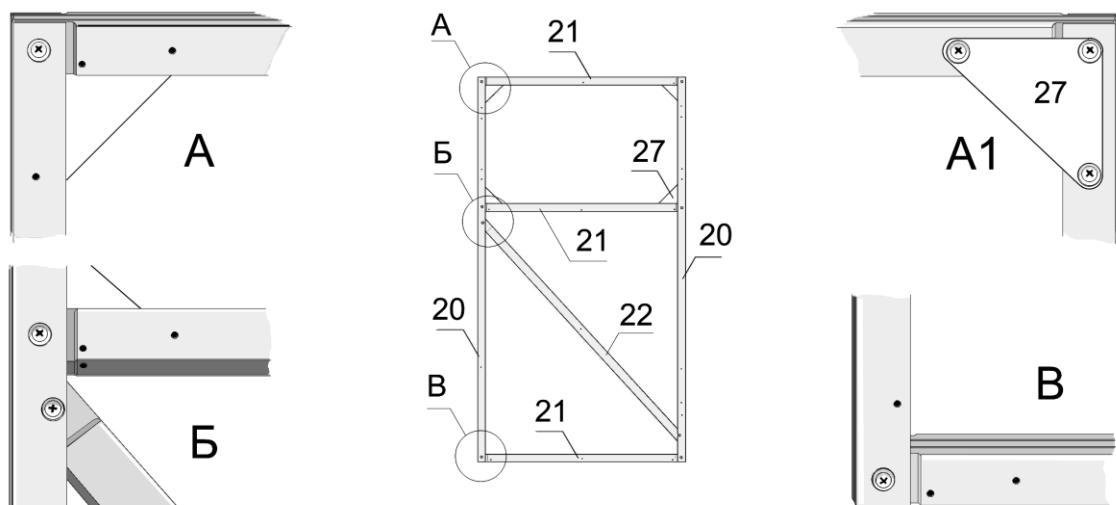

Рис. 7
- 3.4.1. Возьмите две стойки двери № 20 и соедините их между собой тремя поперечинами двери № 21 (рис. 7).
**Сначала произведите крепление каркаса двери саморезами 4,2x16 с наружной стороны теплицы. При креплении нижней поперечины двери № 21 средняя полка профиля должна располагаться вверху, для предотвращения загрязнения внутреннего пространства профиля (рис. 7-В).**
- 3.4.3. Поверните каркас двери внутренней стороной вверх и произведите крепление саморезами. В проёме форточки закрепите косынки №27 (рис.7-А1) для фиксации форточки в закрытом состоянии.